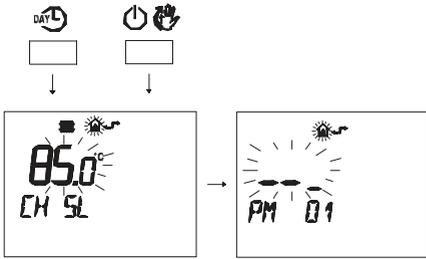

Figura 5.48
- Pulse simultáneamente los botones **DAYL** y **☀** para entrar en la modalidad de programación transparente (Figura 5.48).